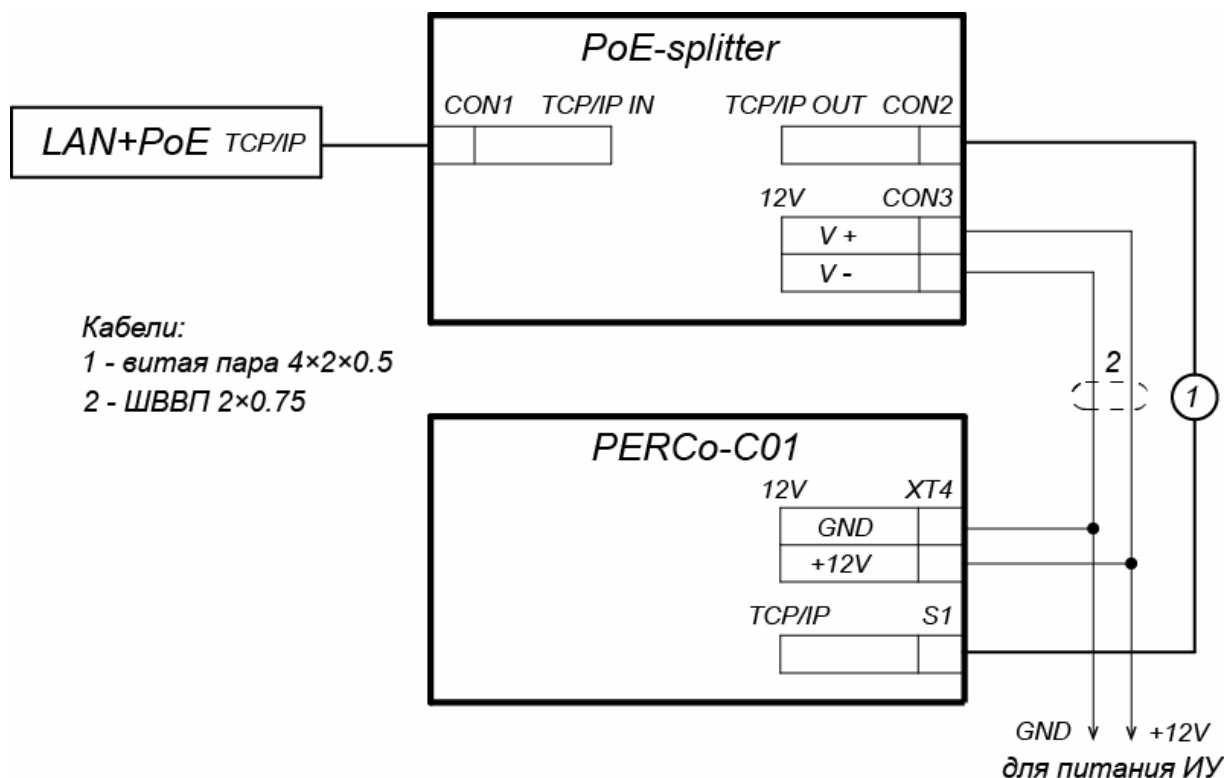

Рисунок 23. Схема подключения контроллера через PoE-сплиттер
3. Подключите цепи питания контроллера и при необходимости управляемого им ИУ к разъему **Con3** сплиттера. Схема подключения приведена на рис. 23 (штекер для подключения к разъему входит в комплект поставки сплиттера).